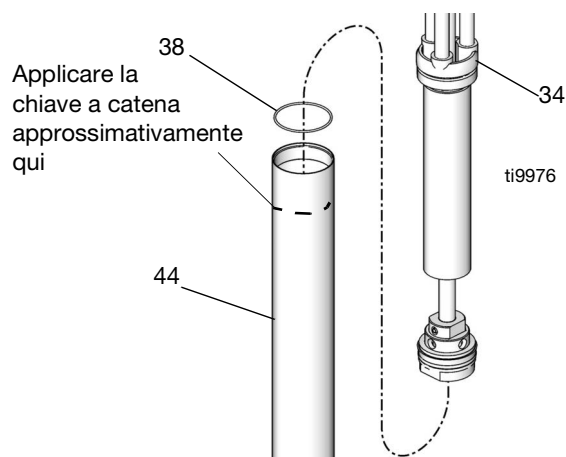

FIG. 18
6. Rimuovere il tubo di aspirazione (44) dal corpo della pompa (34). Vedere FIG. 18.
7. Ispezionare l'o-ring (38) sul corpo della pompa e il tubo di aspirazione. Vedere FIG. 18.